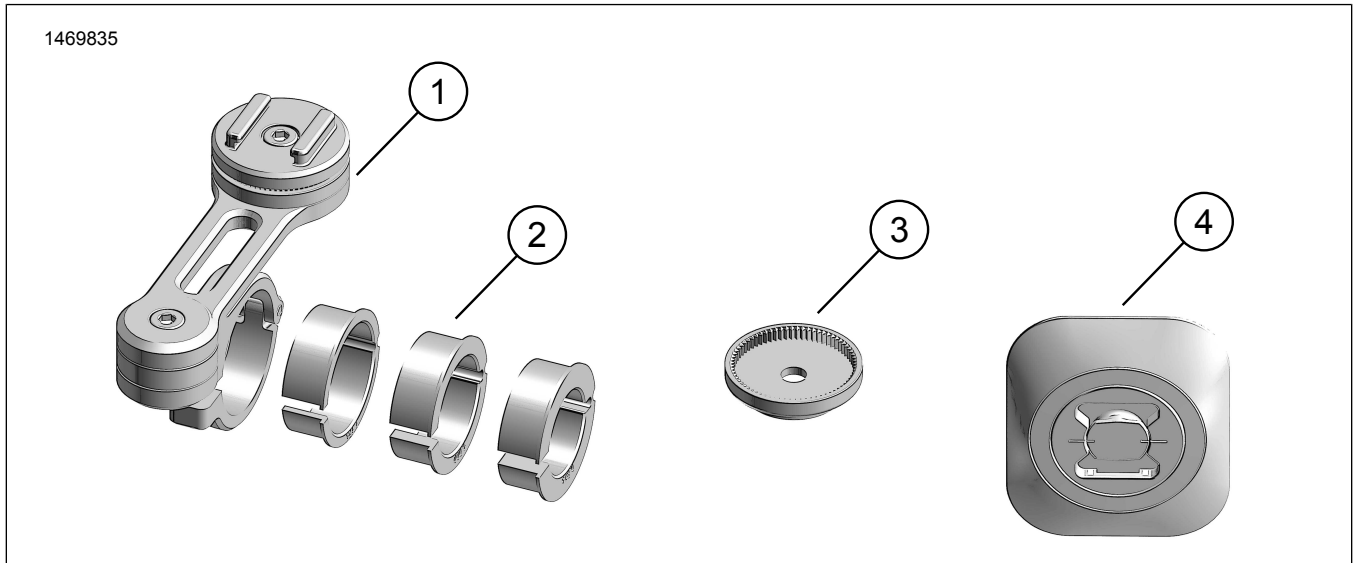

Figure 1. Contenu du kit : Porte-téléphone universel avec support de guidon
1. Figure 1 Installez le support de guidon (1).
### 1. Figure 1 Installer l'interface universelle (4).